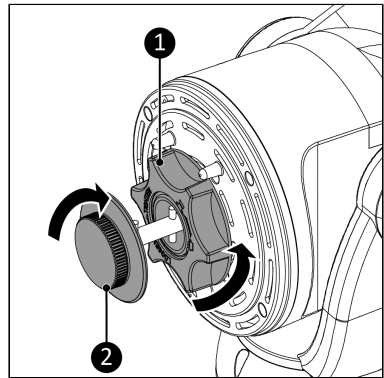

Abbildung 43.
5. Entfernen Sie die Flügelmutter (Abbildung 43, Pos. 2) vom Ventilatormotor, indem Sie sie im Uhrzeigersinn drehen.
6. Entfernen Sie die Gittermutter (Abbildung 43, Pos. 1) vom Ventilatormotor, indem Sie sie gegen den Uhrzeigersinn drehen.